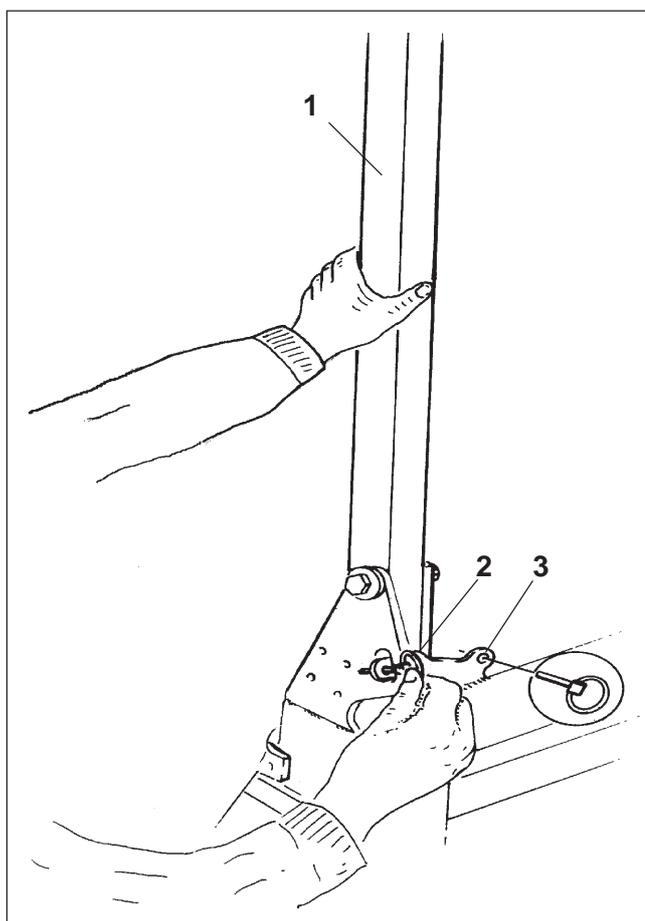

Fig. 23.8
Para el transporte cada uno de los brazos trazadores (fig. 23.8/1) está fijado mediante un pasador (fig. 23.8/2).
- Extraer los pasadores (fig. 23.8/2) inmediatamente antes de empezar a sembrar en la parcela.
- Cuando no se utilicen los pasadores (fig. 23.8/2), colocarlos en los agujeros (fig. 23.8/3) previstos al efecto.
Al retirar el pasador (fig. 23.8/2) el brazo trazador se inclina ligeramente hacia un lado.